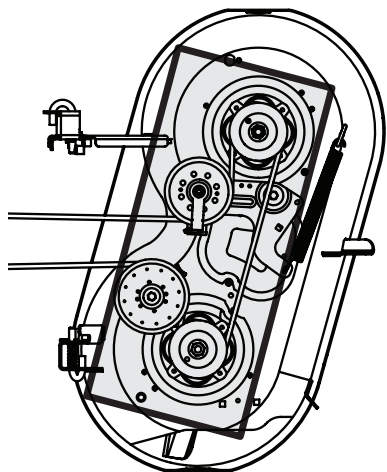

Figura 32
- Limpie la parte superior de la plataforma de corte, debajo de las cubiertas del husillo y del área de la correa (Figura 32).